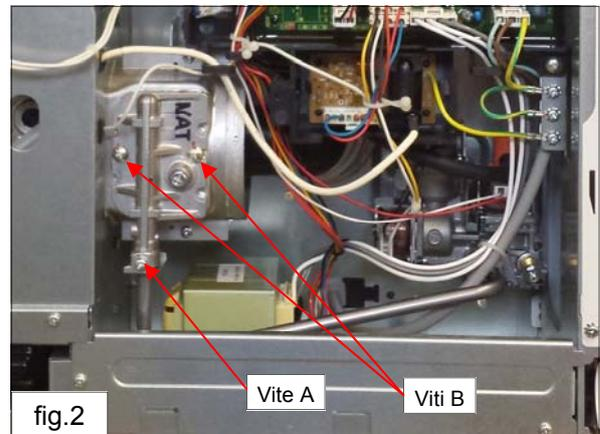

fig.2
3. Rimuovere la vite di fissaggio del tubo di adduzione gas al collettore (fig. 2 - Vite A) e sfilare delicatamente il tubo spingendolo verso il basso.
4. Rimuovere le due viti di fissaggio del collettore gas (fig. 2 - Viti B) ed estrarre il collettore dalla sede prestando particolare attenzione a non danneggiare la guarnizione.